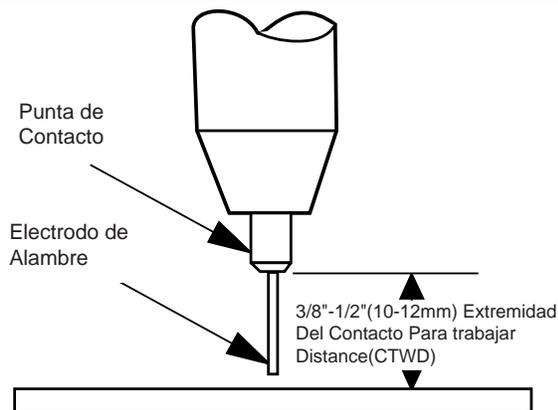

FIGURA B.6
13. Corte el alambre 10 – 12 mm (3/8" – 1/2") en el extremo de la punta. Al finalizar estos pasos, la Pro-MIG 140 deberá estar lista para soldar. la Figura B.6.